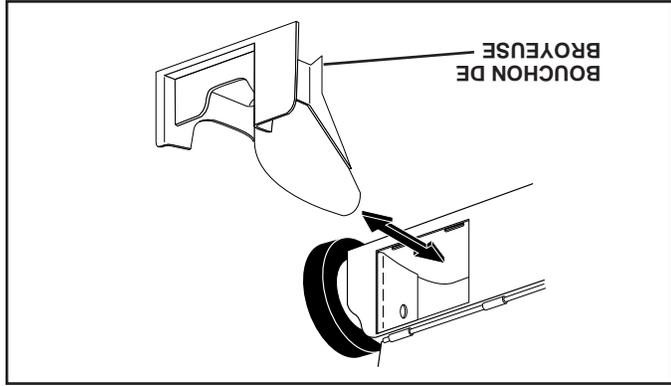

FIG. 9
- RAMASSAGE ARRIÈRE (Voir Fig. 9) - Ouvrez la porte arrière et enlevez la bouchonde broyeuse. Conservez la bouchon de broyeuse dans un endroit sûr.